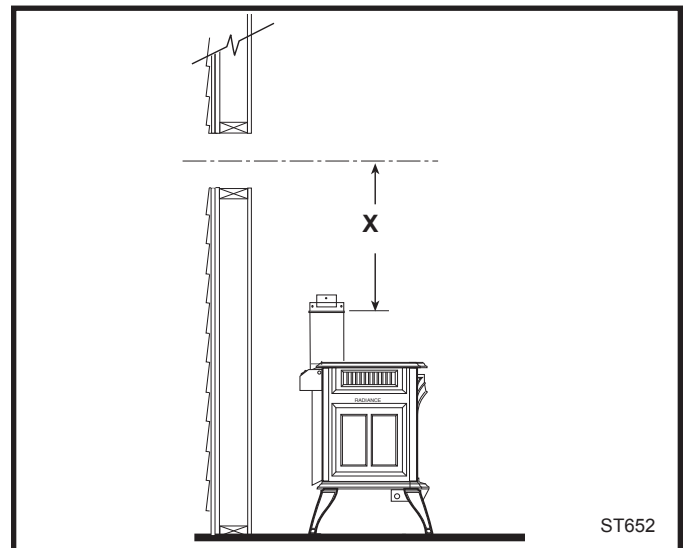

Fig. 26 Déterminez la longueur du conduit vertical.
4. **Conduit de ventilation Vermont Castings Group seulement:** Déterminez au besoin la longueur verticale (x) de la section nécessaire en mesurant la distance entre le conduit de raccordement et l'axe de la découpe murale en ajoutant une distance de chevauchement de 51 mm (2 po) à la jonction. (Fig. 26) Servez-vous d'une scie à métaux ou de cisailles à tôle pour découper le conduit selon les besoins.